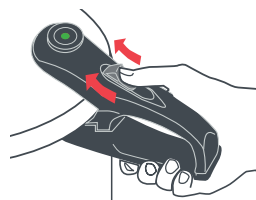

**Fig.10**
Este método se usa para disminuir la presión de la olla lo más rápido posible, como sucede cuando se cocina la mayoría de los vegetales y mariscos. Esto se logra llevando la olla a presión al fregadero y dejando correr agua fría del grifo sobre la tapa (1) hasta que desaparezca el vapor y descienda el sensor de presión (2). Entonces podrá proceder a la apertura de la olla de forma segura (ver punto 3 de este apartado). Cuando coloque la olla en el fregadero, inclínela para que el agua fría baje por los laterales de la olla, lejos del mango superior (5) y de los sistemas de seguridad (Fig. 10).